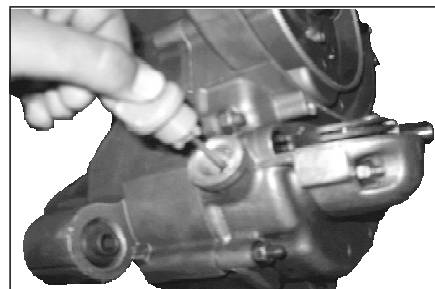

Abb. 40
- 3.2.1 Zum Kontrollieren des Ölstands, den Meßstab, wie in der Abb. 40 dargestellt, abschrauben.